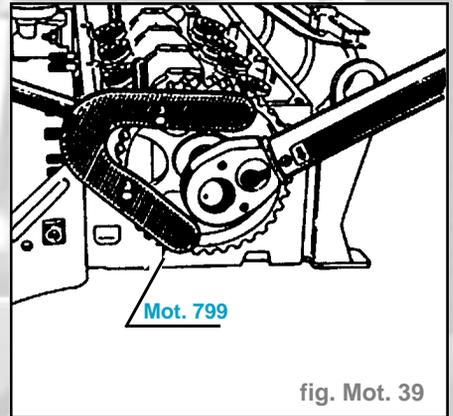

fig. Mot. 39
- Reposer le pignon d'arbre à cames, l'immobiliser avec l'outil **MOT. 799** et serrer la vis au couple de **5 à 6 daN.m** (fig. Mot. 39)